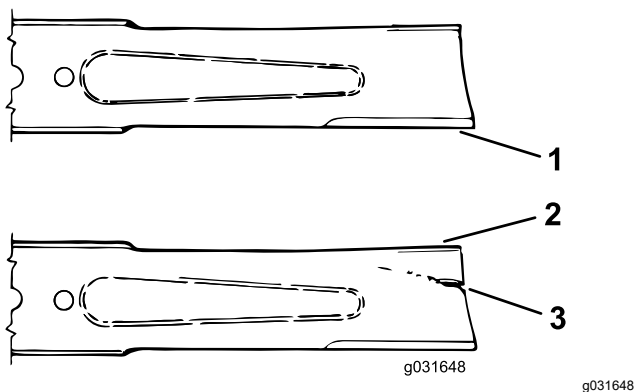

Figura 71
- Verificate accuratamente i taglienti, con particolare attenzione ai punti d'incontro delle sezioni piatta e curva della lama (Figura 71).